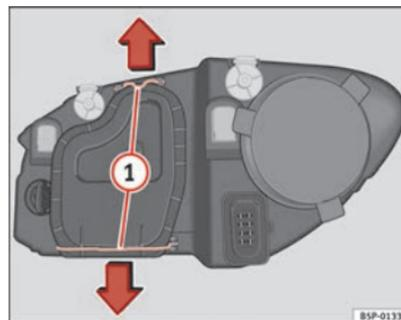

Abb. 184 Ablendlicht
- Die Streben ⇒ Abb. 184 1 in Pfeilrichtung verschieben und den Deckel abnehmen. ▶